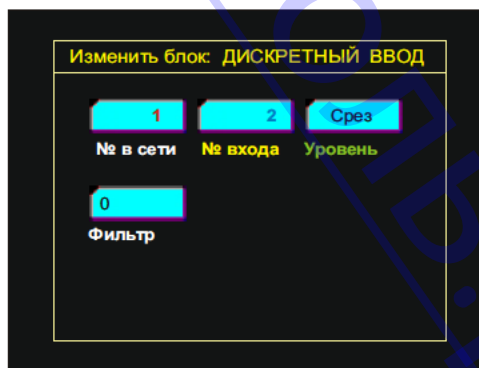

Рис. 28. Конфигуратор блока "Дискретный ввод"
9.1.12 **Конфигуратор** блока содержит следующие конфигурационные окна (Рис. 28):